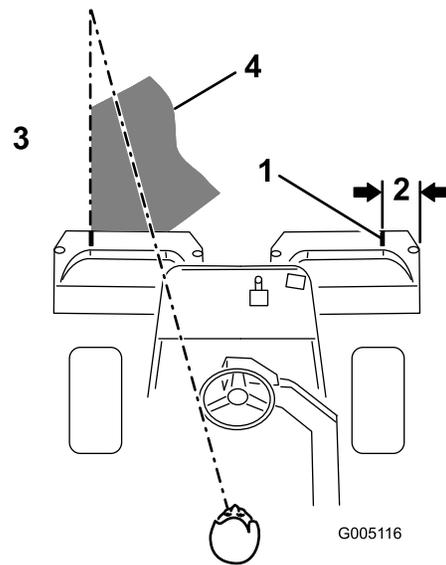

Figure 22
**Remarque:** Pour vous aider à traverser le green en ligne droite et à maintenir la machine à égale distance du bord de la passe précédente, établissez une ligne de vision imaginaire à environ 1,8 à 3 m en avant de la machine jusqu'au bord de la partie non coupée du green (Figure 22). Certaines personnes trouvent utile de faire passer la ligne de vision par le bord extérieur du volant, c.-à-d. de maintenir le bord du volant aligné sur un point se trouvant toujours à la même distance par rapport à l'avant de la machine.